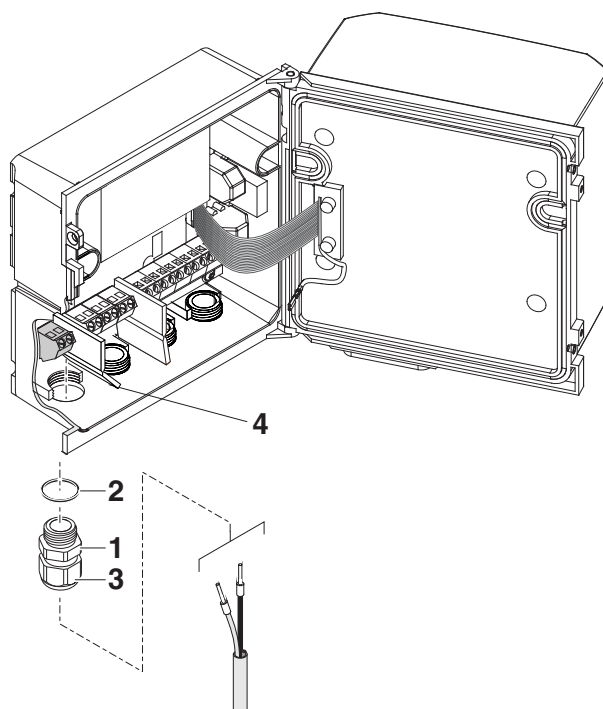

figure 3-29 Introduction du câble 24 V AC/DC.
- 5 Visser un passe-câbles à vis (pos. 1 figure 3-29) avec bague d'étanchéité (pos. 2) dans le boîtier au-dessous du raccordement secteur 24V AC/DC.
- 6 Desserrer l'écrou de serrage (pos. 3).
- 7 Introduire le câble 24 V AC/DC dans le boîtier à travers le passe-câbles à vis. Ce faisant, plier la paroi de séparation souple (pos. 4) vers la droite.
- 9 Serrer l'écrou de serrage (pos. 3 sur figure 3-29).